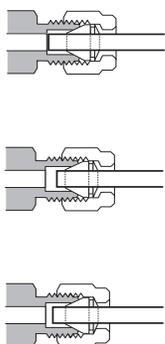

Рис. 28. Готовый фитинг
- 10 На **Рис. 28** показаны соединения, обжатые правильно и неправильно. Обратите внимание, что конец трубки в правильно обжатом фитинге не раздавлен и не мешает работе ферул.